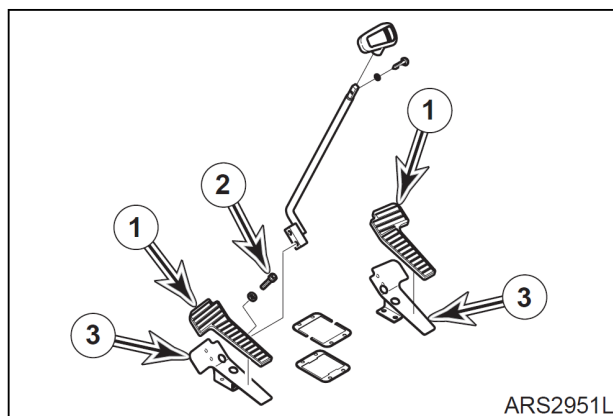

Рис. 9
13. Снять резиновые накладки (1, рис. 9).
14. Снять четыре болта с шайбами (2, рис. 9), скобы педали (3) с рычагами.